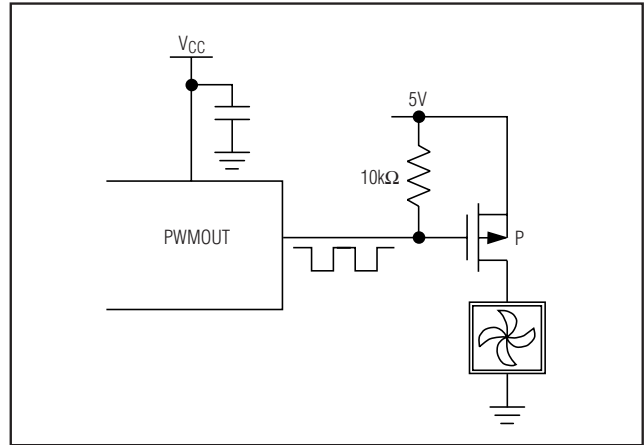

图 5. 驱动 p 沟道 MOSFET，用于高侧 PWM 风扇驱动
- 1) PWMOUT 驱动与风扇电源串联的 MOSFET 栅极或双极型晶体管基极。典型应用电路给出了 PWMOUT 引脚驱动 n 沟道 MOSFET 的情况。在这种情况下，PWM 反相位 (寄存器 02h 的 D4 位) 被置 1。图 5 给出了 PWMOUT 驱动 p 沟道 MOSFET 的情况，此时 PWM 反相位必须被设定为 0。